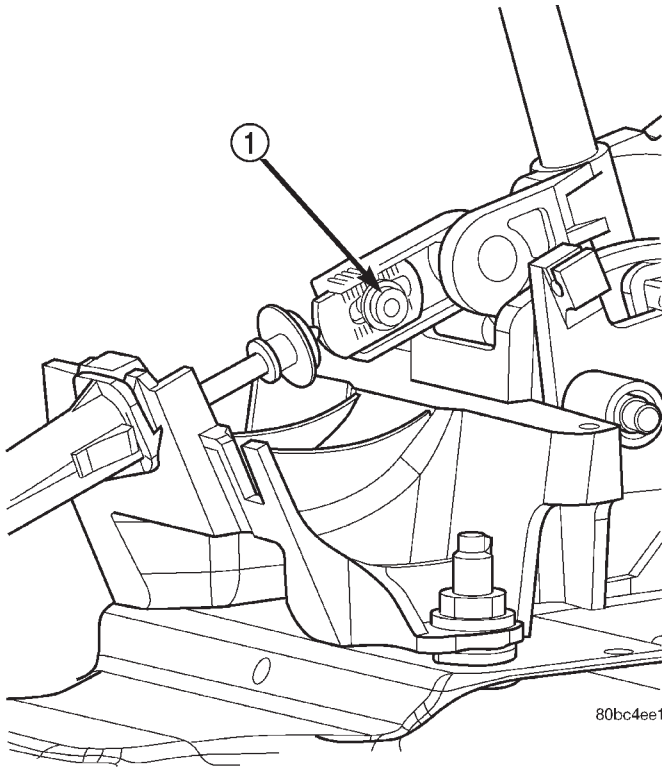

Fig. 188 Tornillo de ajuste del cable del cambio de marchas
(9) Ajuste el cable del cambio de marchas de la siguiente forma:
- (a) Coloque la palanca de cambio de marchas en la posición PARK (P) (Estacionamiento).
- (b) Afloje el tornillo de ajuste del cable de cambio (Fig. 188).
- (c) Verifique que el transeje se encuentra en la posición PARK (P) (Estacionamiento) y la palanca del cambiador se encuentra bloqueada en PARK.